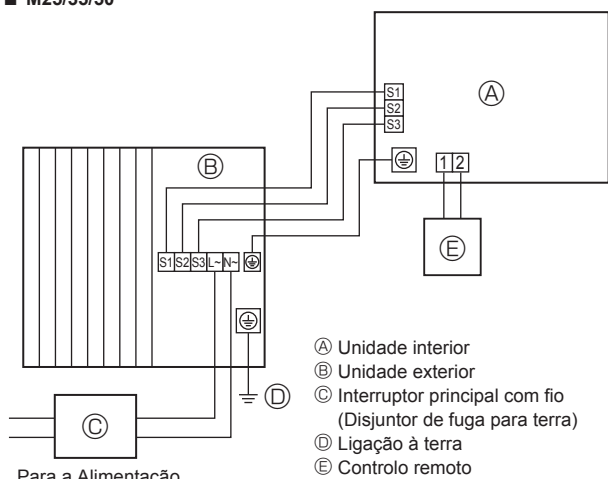
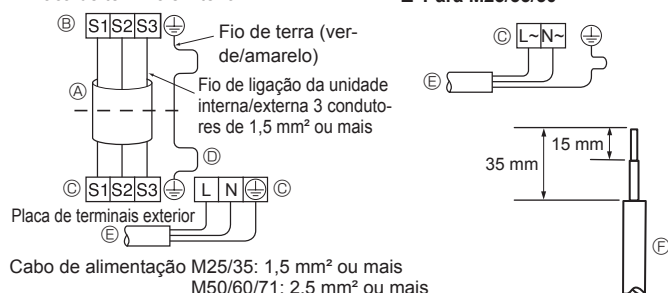
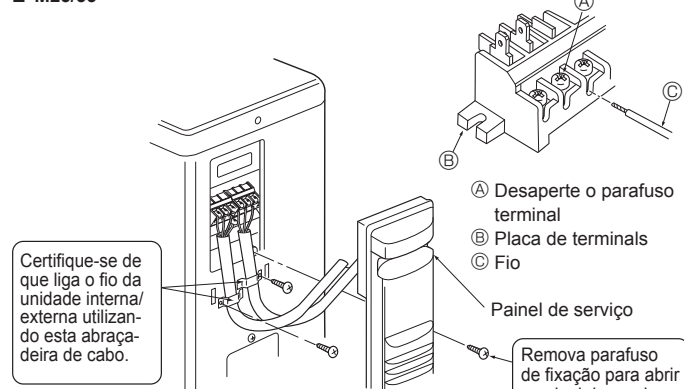

Fig. 6-1
Fig. 6-2
Fig. 6-3
6.1. Unidade exterior (Fig. 6-1, Fig. 6-2, Fig. 6-3, Fig. 6-4, Fig. 6-5)
- ① Retire o painel de serviço.
- ② Ligue os cabos referentes à Fig. 6-1, Fig. 6-2, Fig. 6-3, Fig. 6-4 e Fig. 6-5.
- Faça as ligações tal como demonstrado no diagrama, na parte inferior esquerda. (Obtenha o cabo a nível local) (Fig. 6-2)